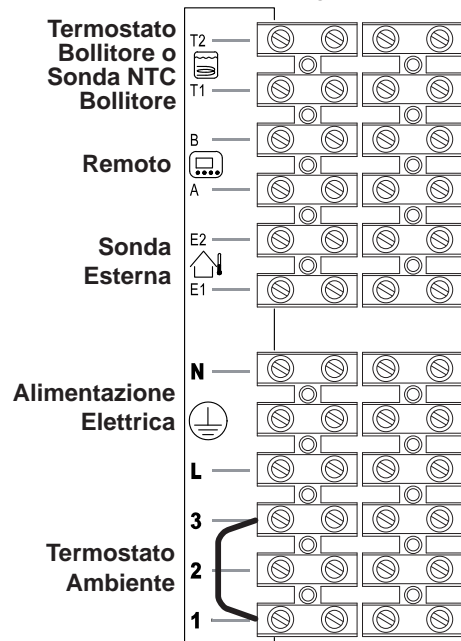

Figura 5.37
- Collegare ai morsetti **T1** e **T2** della morsettiere i due conduttori elettrici come indicato in Figura 5.37.
Per il collegamento della sonda esterna servirsi dei morsetti indicati in Figura 5.37.
Per il collegamento del remoto servirsi dei morsetti indicati in Figura 5.37.
Il ponticello elettrico collegato nella morsettiere termostato ambiente tra i morsetti "1 e 3" non va rimosso Figura 5.37.